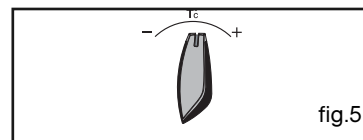

fig.5
Réglez la température à l'aide du sélecteur de réglage + ou - (fig.5).
- 0:00 s'affiche (fig.5),